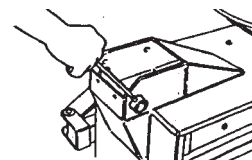
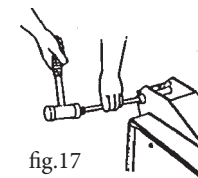
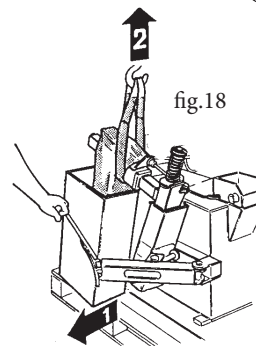
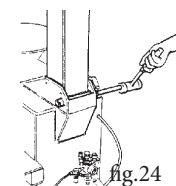

fig.16
fig.17
fig.18
fig.24
- Smontare la vite perno-fulcro palo con chiave a brugola di 6 (fig.16) e sfilare il perno come da fig.17.
- Unscrew the column pivot-pin bolt with a 6 mm hex key (fig. 16) and remove the pin as shown in fig. (17).
- Dotarsi di una fascia di sollevamento di mt.1 modello DR 50 -fattore di sicurezza 6:1. Avvolgere la fascia attorno al braccio ribaltabile (fig.18)
- Aprire il braccio stallonatore come da fig.18 (1) e sollevare il palo con un paranco (2).
- Make use of a 1 m hoisting strap model DR 50 - safety factor 6:1. Wrap the strap around the tilting arm (fig.18)
- Open the bead breaking arm as shown in fig. 18 (1) and raise the column with a hoist (2).
- Fissare il palo al cassone infilando il perno con un martello (fig.24) e stringere la vite perno-fulcro (fig.16).
- Fix the column to the machine body (fig.24) inserting the pivot-pin with a hammer and tighten the pivot-pin bolt (fig.16).
- Démontez la vis pivot-fulcre du bras au moyen de la clef hexagonale de 6 (fig. 16) et extraire le pivot (voir fig. 17).
- Se munir d'une ceinture de levage de 1m modèle DR50- facteur de sécurité 6:1; envelopper la ceinture autour du bras culbutant (fig. 18).
- Ouvrir le bras détalonneur (v. fig. 18)(1) et faire monter la colonne au moyen d'un palan (2).
- Fixer la colonne à la carcasse en enfilant le pivot au moyen d'un marteau (fig. 24) et serrer la vis pivot-fulcre (fig. 16).
- Die Schraube des Zapfendrehpunkts an der Tragsäule mit einem Allen-Wrench-Schlüssel von 6 abschrauben (Abb. 16) und den Zapfen wie in Abb. 17 herausziehen.
- Ein Hebeband von einem Meter Länge Modell DR 50, Sicherheitsfaktor 6:1 besorgen. Das Band um den Schwenkarm wickeln (Abb. 18).
- Die Abdrückkralle wie in Abb. 18 (1) öffnen und die Tragsäule mit einem Flaschenzug hochziehen (2).
- Die Tragsäule auf dem Kasten befestigen, wofür man den Zapfen mit Hilfe eines Hammers einsetzt (Abb. 24), und dann die Schraube des Drehpunktzapfens anziehen (Abb. 16).
- Desmonte el tornillo pasador-fulcro de la columna con llave de allen de 6mm (fig. 16) y extraiga el pasador como muestra la fig. (17).
- Procúrese una correa de levantamiento de m. 1 modelo DR 50 - factor de seguridad 6:1; arrolle la correa alrededor del brazo volcable (fig. 18).
- Abra el brazo destalonador como muestra la fig. 18 (1) y levante la columna con un gato (2).
- Fije la columna sobre la caja (fig. 18), introduciendo el pasador con un martillo. (fig. 24) y apriete el tornillo pasador-fulcro (fig. 16).